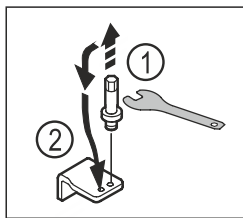

Fig. 13
- ▶ Csavarja ki az alsó csapágybak csapját 5-ös kulcsnyílású dugókulccsal. Fig. 13 (1)
- ▶ Helyezze fel a csapot a másik oldalon. Fig. 13 (2)